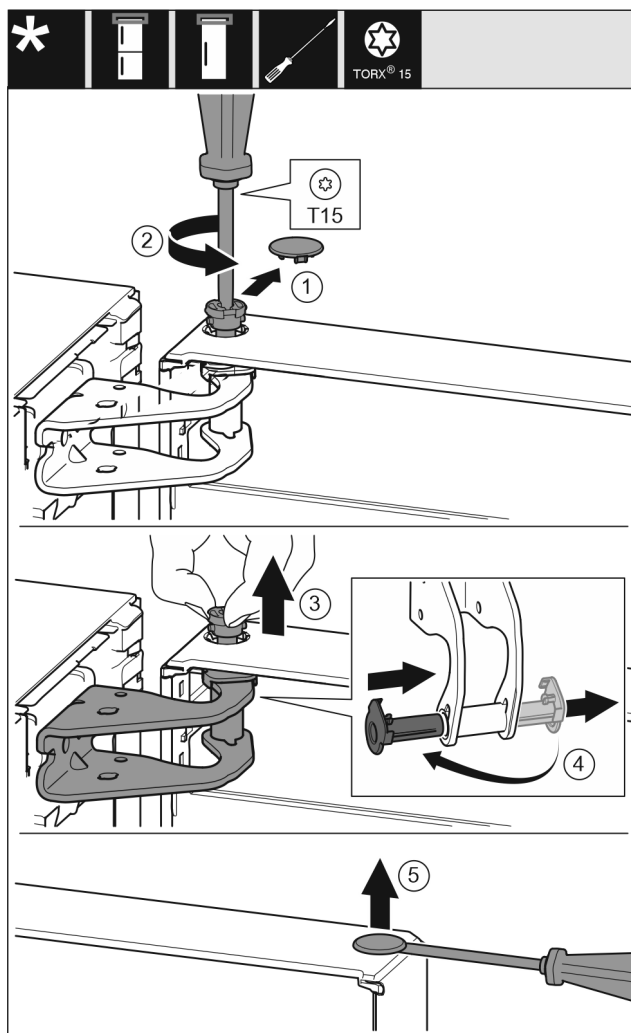

Fig. 7
- Previdno snemite varovalni pokrov. Fig. 7 (1)
- Sornik nekoliko izvijte z izvijačem T15. Fig. 7 (2)
- Držite vrata in s prsti izvlcite sornik. Fig. 7 (3)
- Ležajno dozo povlecite iz vodila. Vstavite z druge strani in pazite, da se zaskoči. Fig. 7 (4)
- S ploščatim izvijačem previdno dvignite čep iz ležajne doze vrat in ga izvlcite. Fig. 7 (5)